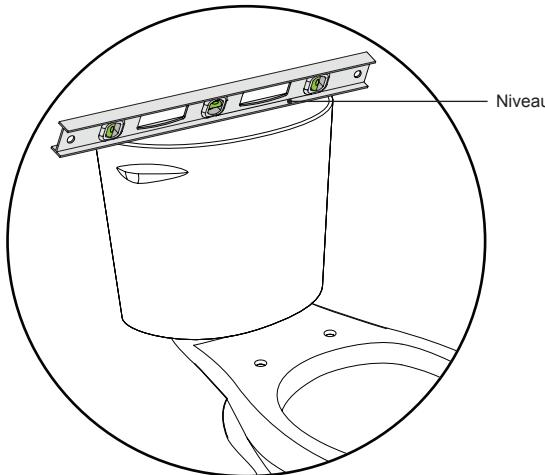

Figure 12
- ⑥** Une fois terminé, placez un niveau dans la partie supérieure du réservoir (Figure 12). Le réservoir doit être de niveau. Si ce n'est pas, faire les ajustements nécessaires en ce moment.